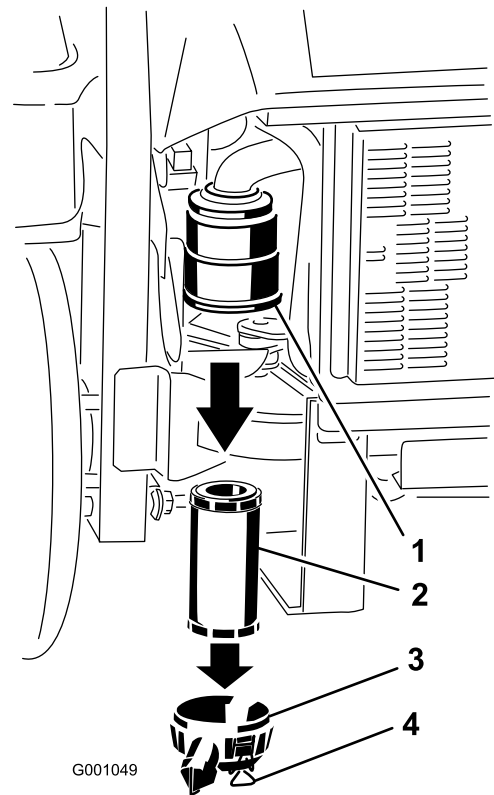

Bild 30
3. Lösen Sie die Riegel am Luftfilter und ziehen Sie die Abdeckung vom Gehäuse ab (Bild 30).
5. Schieben Sie den Filter vorsichtig aus dem Luftfiltergehäuse heraus (Bild 30). Vermeiden Sie ein Anstoßen des Filters an der Seite des Gehäuses.